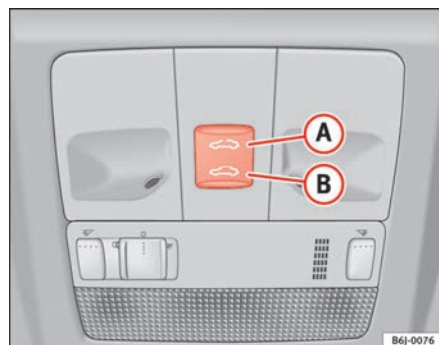

Fig. 49 Tecto panorâmico / deflector
- Prima e mantenha premido o botão **(B)** ⇒ fig. 49 ⇒ **(!)**, o tecto realiza o movimento de fecho até que se solte o botão.